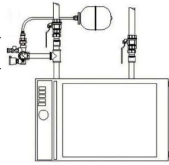

Рис.3
- 4.3 Расширительный бак защищаемой системы рекомендуется присоединять к свободному резьбовому патрубку группы безопасности (Рис.3). Если расширительный бак к группе присоединен, свободный резьбовой патрубок должен быть заглушен пробкой.